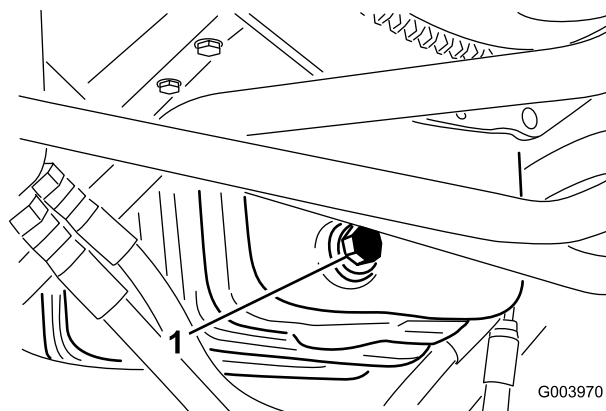

Bild 51
1. Entfernen Sie die Ablassschraube (Bild 51) und lassen Sie das Öl in die Auffangwanne ab.